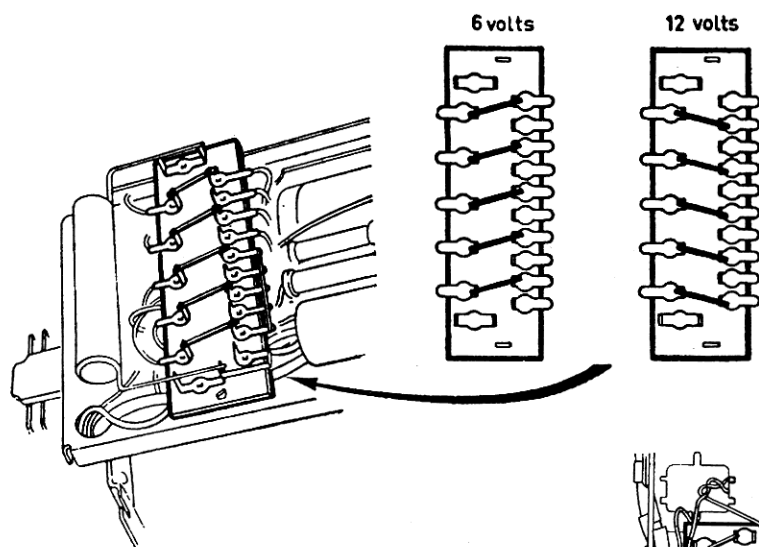

Fig. 8
- Etablir sur la plaquette qui se trouve sur le dessous du châssis entre Vibreur et Transformateur d'alimentation, les connexions correspondant à la tension désirée (fig. 8).